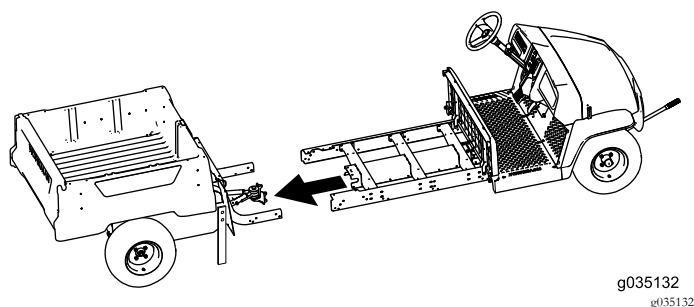

図 76
7. もう一人に手伝ってもらって、車体の前半分と後半分を接合する 図 76。